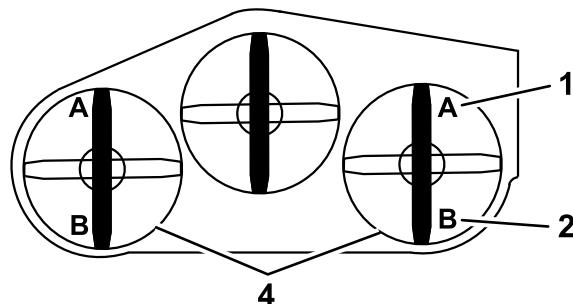

Bild 75
9. Messen Sie an beiden Seiten des Mähwerks den Abstand von der ebenen Fläche bis zur vorderen Messerspitze (Stellung A). Der Wert sollte 7,6 mm sein (**Bild 75**).
15. Messen Sie an beiden Seiten des Mähwerks den Abstand von der ebenen Fläche bis zur hinteren Messerspitze (Stellung B). Der Wert sollte 8,3 cm sein (Bild 75).